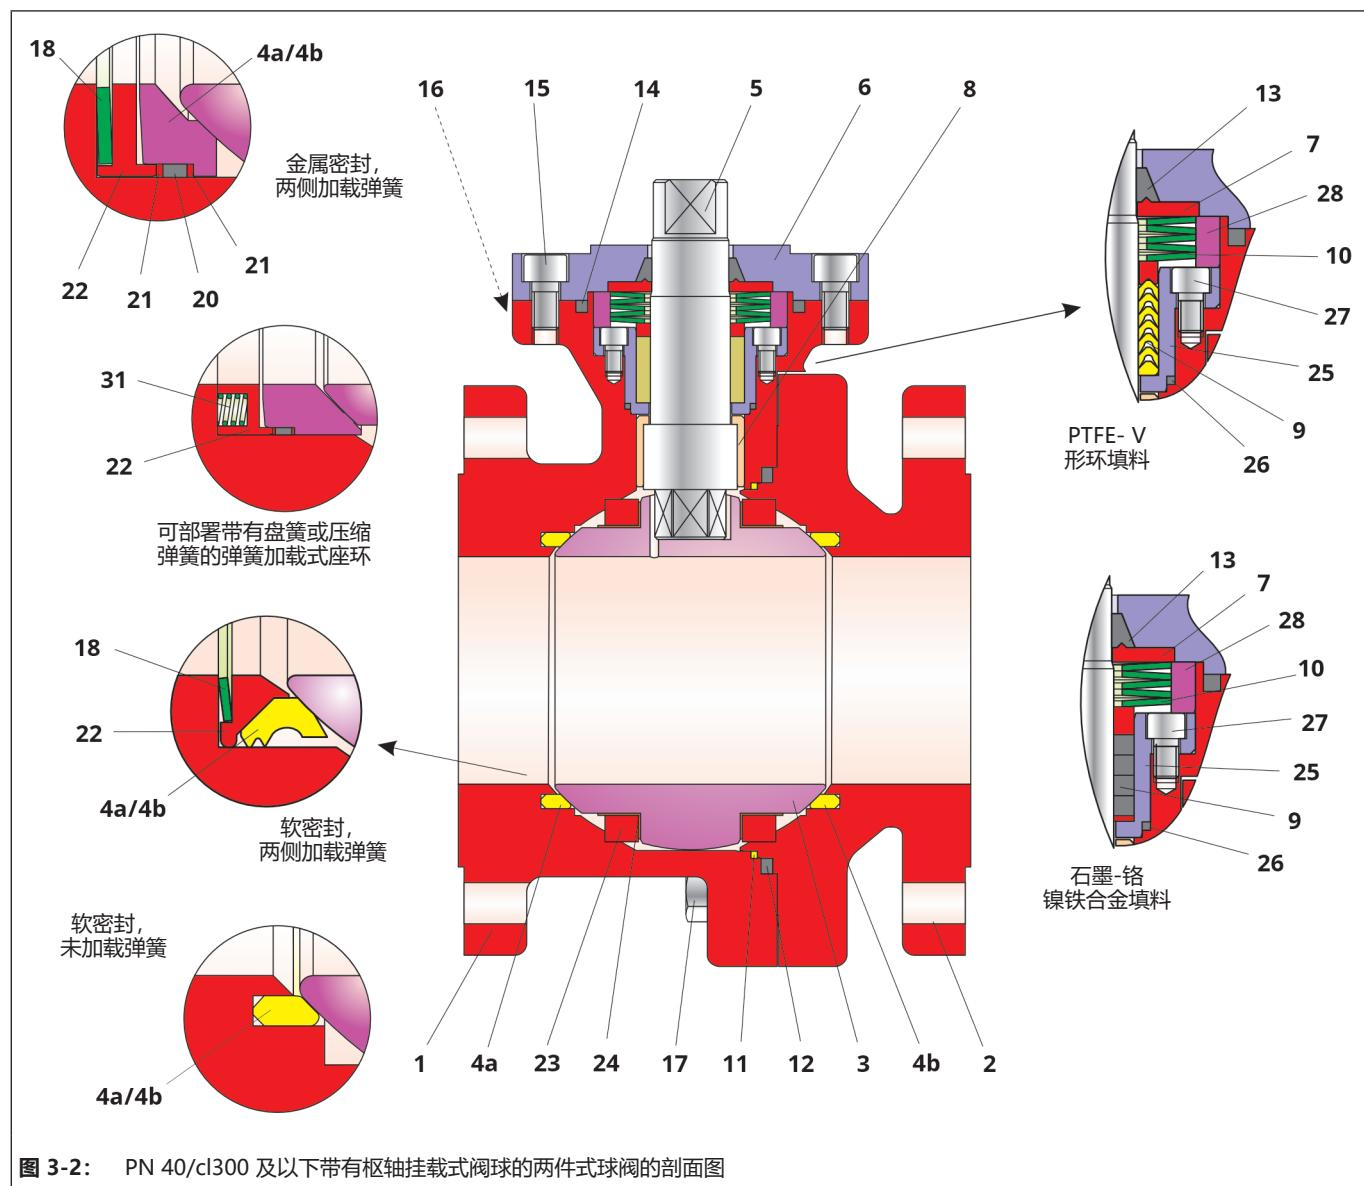

图 3-2: PN 40/cl300 及以下带有枢轴挂载式阀球的两件式球阀的剖面图
在组装期间必须遵守图 3-2 中所示各个部件的位置和排布。
⇒ 用 V 形环填料 填料 (9) 填充填料压盖衬套 (25)。有关 V 形环的排布，请参见图 3-2。
- ⇒ 用石墨填料 (9) 填充填料压盖衬套 (25)。有关形环的排布,请参见图 3-2。
- ⇒ 将定心环 (28) 放在填料压盖衬套上。
- ⇒ 将盘簧组 (10) 放入填料 (9) 上的定心环中。有关盘簧的排布,请参见图 3-2。
- ⇒ 推动衬套 (7) 经过控制轴 (5),使其停靠在盘簧 (10) 上。
- ⇒ 小心向上推动碳石墨环 (13) 经过控制轴 (5),直抵衬套 (7)。
- ⇒ 将碳石墨环 (14) 插入填料箱法兰 (6) 的沟槽。
- ⇒ 将填料箱法兰 (6) 穿过控制轴 (5) 放到主阀体 (1) 上。
- ⇒ 轻轻润滑螺钉 (15)。
- ⇒ 用螺钉 (15) 均匀调整填料箱法兰 (6) 并以交叉方式拧紧。